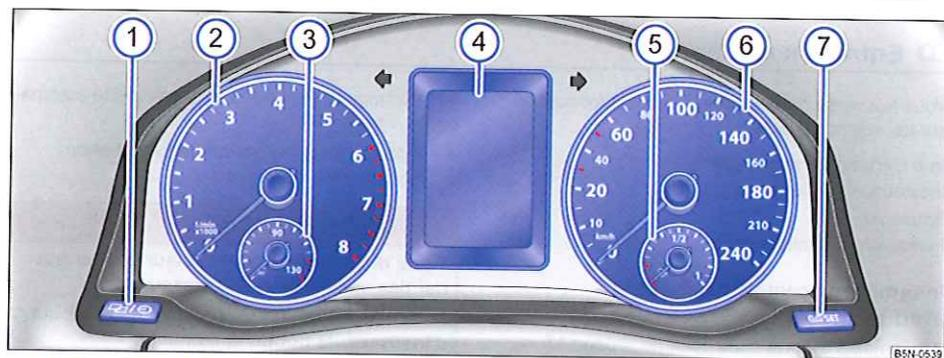

Fig. 12 Combiné d'instruments dans le tableau de bord
Explications relatives aux cadrans ⇒ fig. 12 :
Suivant l'équipement du véhicule, différentes informations peuvent être indiquées sur l'afficheur du combiné d'instruments \Rightarrow fig. 12 (4) :
L'entretien devant être effectué apparaît sur l'afficheur du combiné d'instruments → fig. 12 (4).